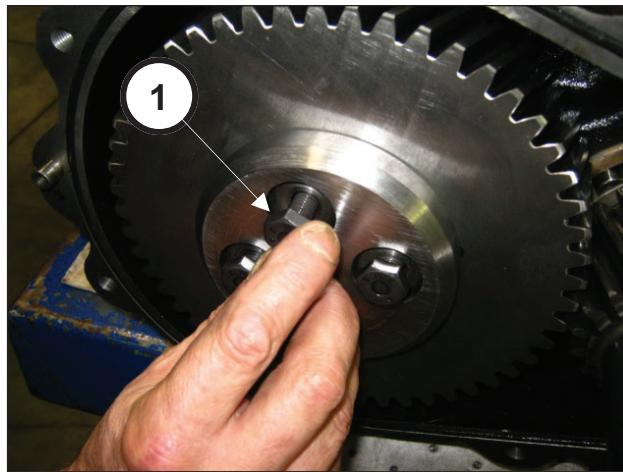
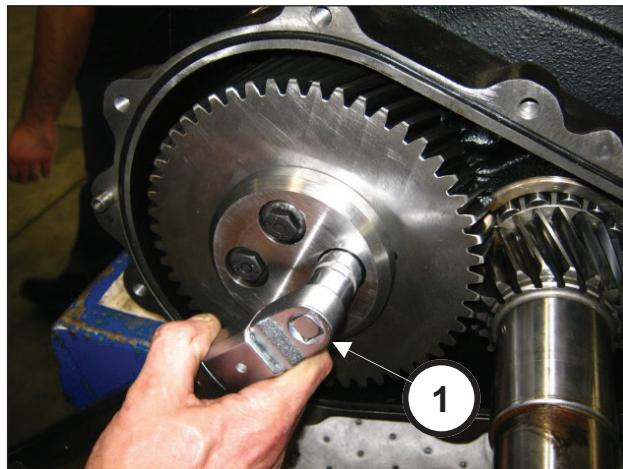

Fig. 68
Fig. 69
Fijar el tope de la corona (pos. ①, Fig. 68) utilizando los 4 tornillos M10x30. Ajustar los tornillos con la llave dinamométrica como se indica en el capítulo 3 (pos. ①, Fig. 69).